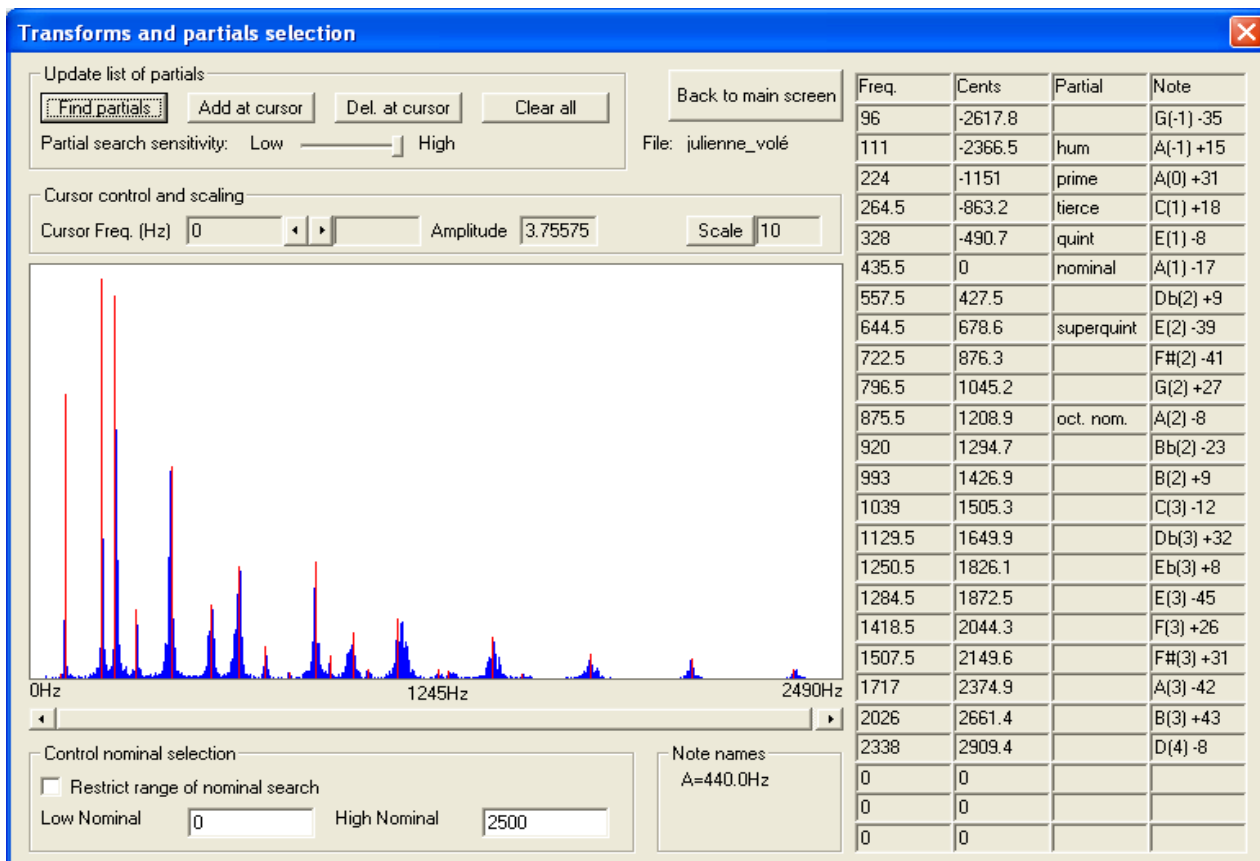

Fig. 2 : Percussion interne (cloche en volée) - enregistrement dans la chambre des cloches
- Percussion interne (la cloche étant en volée) et enregistrement dans la chambre des cloches : voir résultats en Fig. 2.
Les tons partiels décelés par le logiciel Wavanal sont visualisés en partie gauche des Fig. 2 à 4 par leur relation intensité / fréquence acoustique. Ils sont détaillés dans les tableaux en partie droite de ces figures, où les définitions suivantes sont d'application :
- Les tons partiels de hautes fréquences observés lors la mise en volée de la cloche (Fig. 2) sont le résultat de la vibration de l'ensemble de la cloche suite à sa percussion rythmée et alternée par le battant interne. L'amplitude de certaines fréquences augmente par résonance. Ces partiels, qui ne sont pas audibles lors des autres modes de percussion (voir ci-après), contribuent au timbre et à la puissance sonore que dégagent les bourdons sonnés en volée.
Les fréquences des tons partiels et les valeurs de leurs décalages par rapport au nominal ont été regroupées dans le Tableau 1 ci-dessous, dans lequel nous avons ajouté la décime majeure ⁽⁴⁾, bien détectée par le logiciel Wavanal mais non indiquée comme telle dans les Fig. 2 à 4.